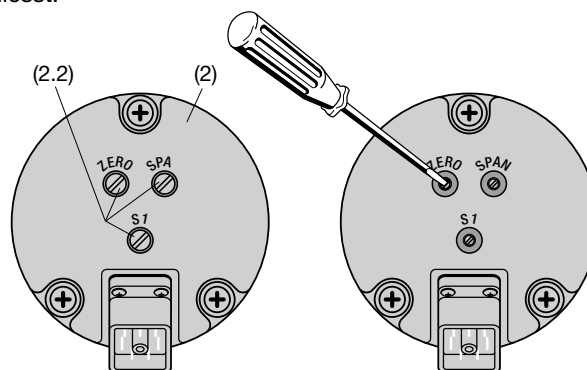
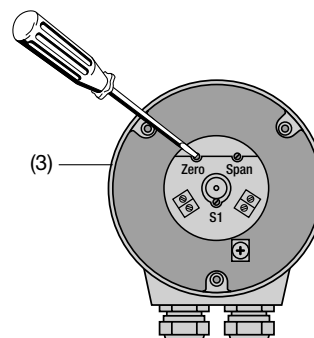

Bild 9. Rückenteil (2) mit den Einstell-Elementen «ZERO», «SPAN» und «S1».
Bild 10. Rückenteil (3) mit den Einstell-Elementen «ZERO», «SPAN» und «S1».
... mit **Steckverbinder** die ZERO/SPAN-Dichtungsschrauben (2.2) herausschrauben (Bild 9, links).
Danach Potentiometer «ZERO» (Bild 9, rechts oder Bild 10) mit einem Uhrmacher-Schraubenzieher (Ø 2,3 mm) so drehen, dass genau der gewünschte Ausgangsstrom fliesst.
Winkeltransmitter mit Messbereichen > 150° haben für die Drehrichtungsumkehr einen Schalter, der mit S1 bezeichnet ist (Bild 9 und Bild 10).
- ... mit **Steckverbinder** die S1-Dichtungsschraube (2.2) herausschrauben (Bild 9, links).